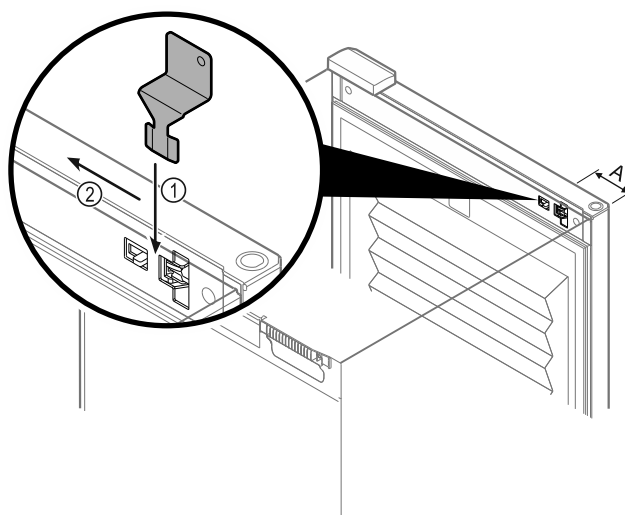

Fig. 106
- ▶ Umieścić klucz odblokowania awaryjnego w określonym miejscu Fig. 106 (A) \approx 100 mm.
- ▶ Włożyć klucz odblokowania awaryjnego pomiędzy drzwi i korpus urządzenia od góry do oporu Fig. 106 (1).
- ▶ Pociągnąć klucz odblokowania awaryjnego w kierunku zawiasu Fig. 106 (2).